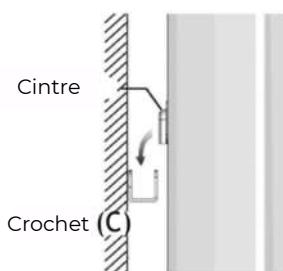

Figure 9
- Accrochez le radiateur sur les deux crochets (C) du mur. Assurez-vous que le radiateur est correctement fixé sur les deux crochets. (Figure 9).